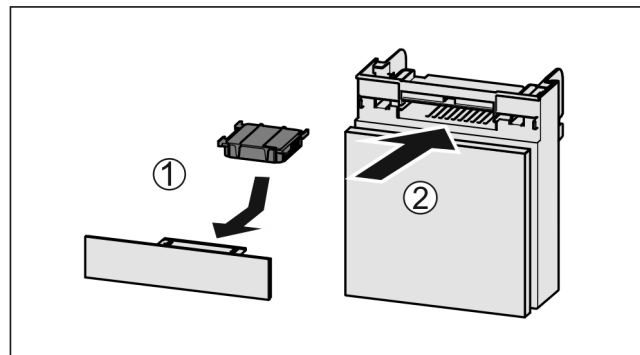

Fig. 128
- ▶ Introducere Fig. 128 (1) filtrul de cărbune activ după cum se vede în figură.
- ▶ Împingeți Fig. 128 (2) compartimentul în interior.